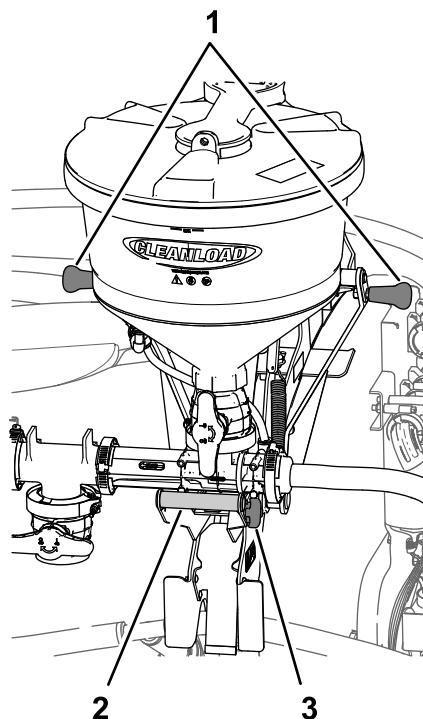
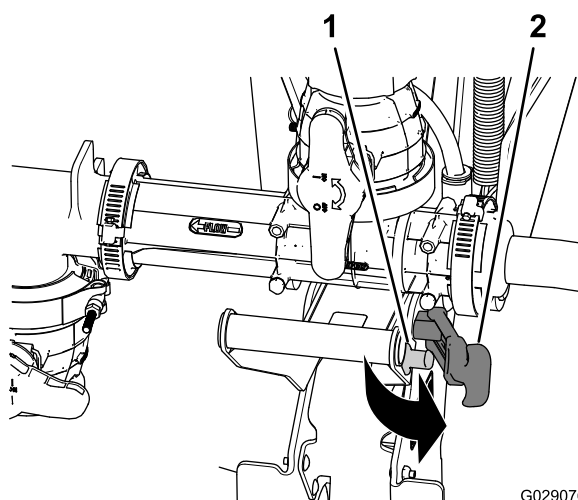
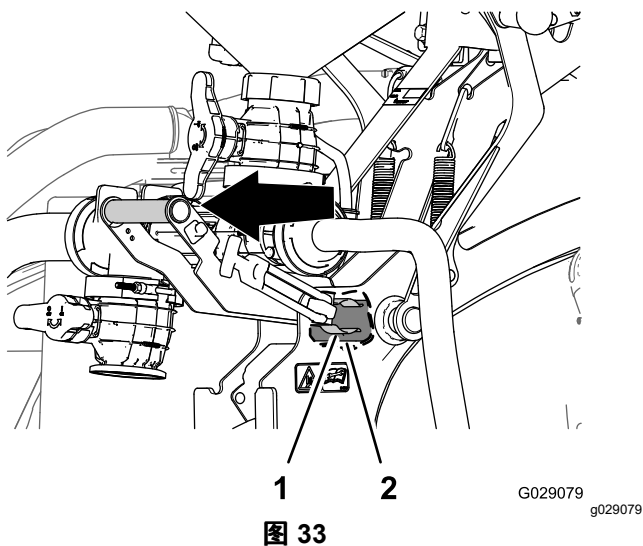
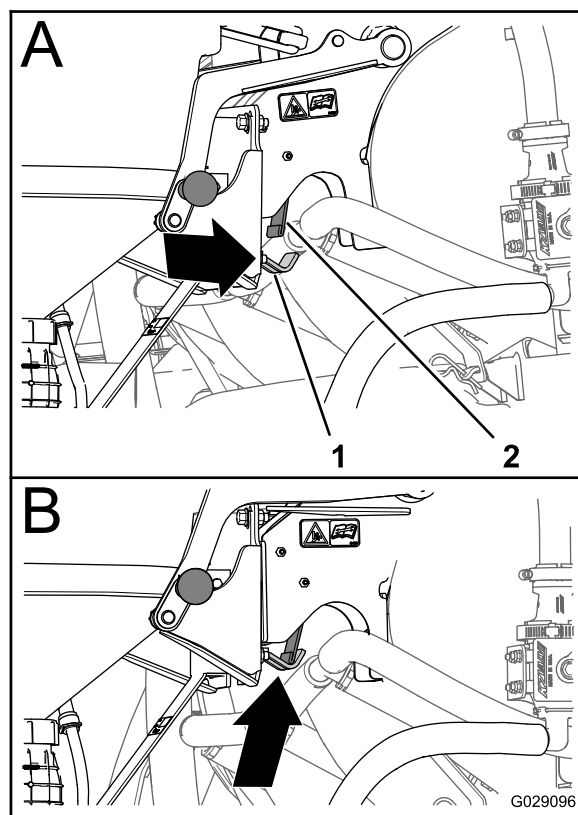

图 31
图 32
图 33
图 36
1. 抓住清洁加药器手柄然后将门锁手柄从门锁杆上拉出图 31和图 32。
2. 除了清洁加药器手柄外还要握住托架顶部的清洁加药器手柄然后将清洁加药器手柄拉出直到弹簧夹从枢轴管上松开为止图 31和图 33。
5. 当背板的闩锁位于弹簧板图 36 的 A 下方时向内旋转清洁加药器手柄以使闩锁的挂钩部分在弹簧板图 36 的 B 后面对齐。
1. 除了清洁加药器手柄外还要握住托架顶部的手柄然后将清洁加药器手柄向外拉直到门锁的挂钩部分与弹簧板的外面对齐 图 33和图 36。
4. 推入清洁加药器手柄使挂钩升至门锁杆的位置并且弹簧夹完全围绕在枢轴管周围 图 33。
5. 将门锁手柄拉到门锁杆上 图 32。